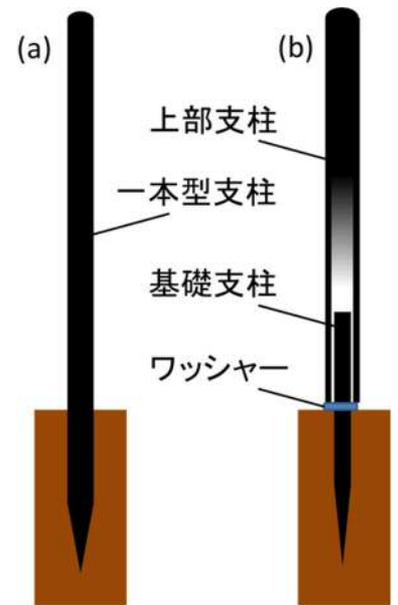

図 1.1 支柱の種類
グラスファイバー製の支柱(図 1.1)、ステンレス入りポリエチレンネット、張りロープ、押さえロープ、キャップ、アンカー杭 (ABS 製)、ロープもしくは針金 (支柱補強用)、結束バンドまたは針金 (針金)
#### ① 一本打込みタイプ (写真 1.1、図 1.1(a))
## ② セパレートタイプ (図 1.1 (b))